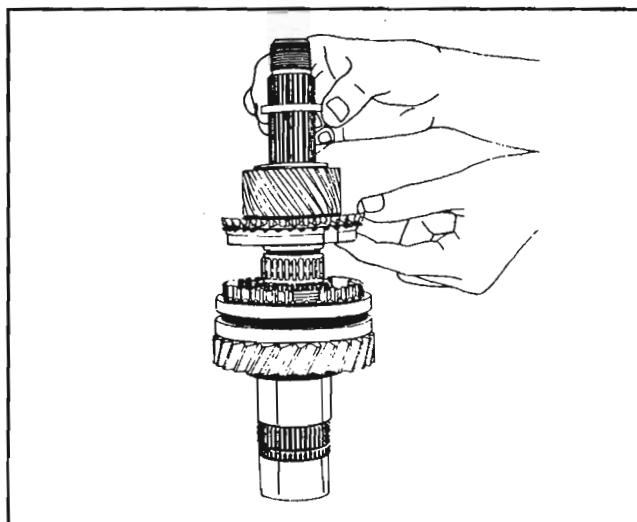

Fig. 38
Saque el separador y el conjunto de la 5ª velocidad (41). *Fig. 38*